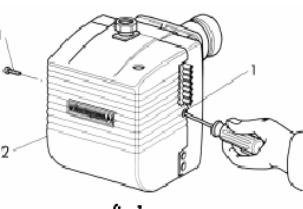

fig.1
Чтобы обеспечить доступ к основным узлам, снимите крышку, как показано на рис. 1.
- Закройте газовый кран и отсоедините линию подачи газа. Отвинтите винты 1 и снимите крышку 2 (рис. 1).